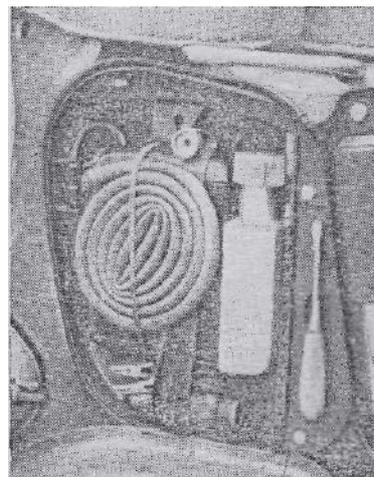

Рис. 41. Использование пространства в аккумуляторном ящике
5. В аккумуляторном ящике некоторых мотоциклов можно рационально использовать место, сдвинув аккумулятор максимально в сторону. В освободившееся пространство рядом с аккумулятором помещается полиэтиленовая фляга или металлическая баночка на 400—500 см³ моторного масла. Там же найдется место для индикатора установки зажигания, запасных предохранителей, бензомера и других предметов (рис. 41). Крепление осуществляется зажимами, установленными